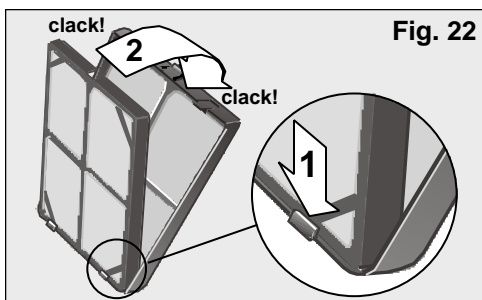

Fig. 22
- Introduzir o filtro purificador duplo activo + posicionador no filtro base, tal como se mostra na Fig. 22, tomando em consideração que em primeiro lugar deverá encaixá-lo nas patilhas inferiores.